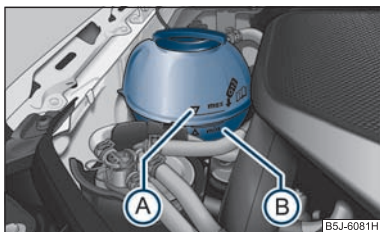

Fig. 142 Compartiment moteur: Vase d'expansion du liquide de refroidissement
- Contrôlez le niveau dans le vase d'expansion de liquide de refroidissement ⇒ fig. 142. Le niveau de liquide de refroidissement doit arriver entre « MIN » (A) et « MAX » (B) si le moteur est froid. Il peut légèrement dépasser la marque « MAX » si le moteur est chaud.
- Mettez un chiffon sur le bouchon du vase d'expansion du liquide de refroidissement ⇒ fig. 142 et desserrez **prudemment** le bouchon en le faisant tourner à gauche ⇒ ⚠.